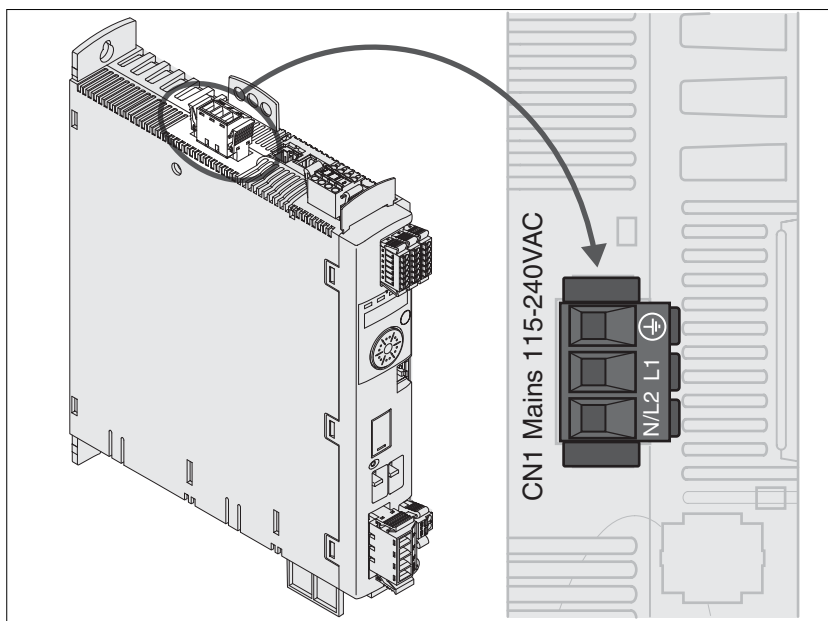

Ilustración 30: Esquema de conexiones de la alimentación de la etapa de potencia para un equipo monofásico
- Conecte el cable de red (Ilustración 30). Tenga en cuenta el par de apriete prescrito para los tornillos de bornes.